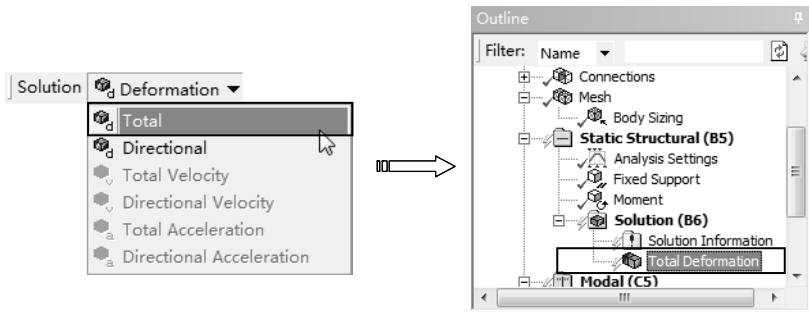

图 6-29 添加变形求解项
2) 求解变形。单击【Solution】工具栏上的【Deformation】|【Total】命令, 此时在分析树中插入【Total Deformation】项, 如图 6-29 所示。